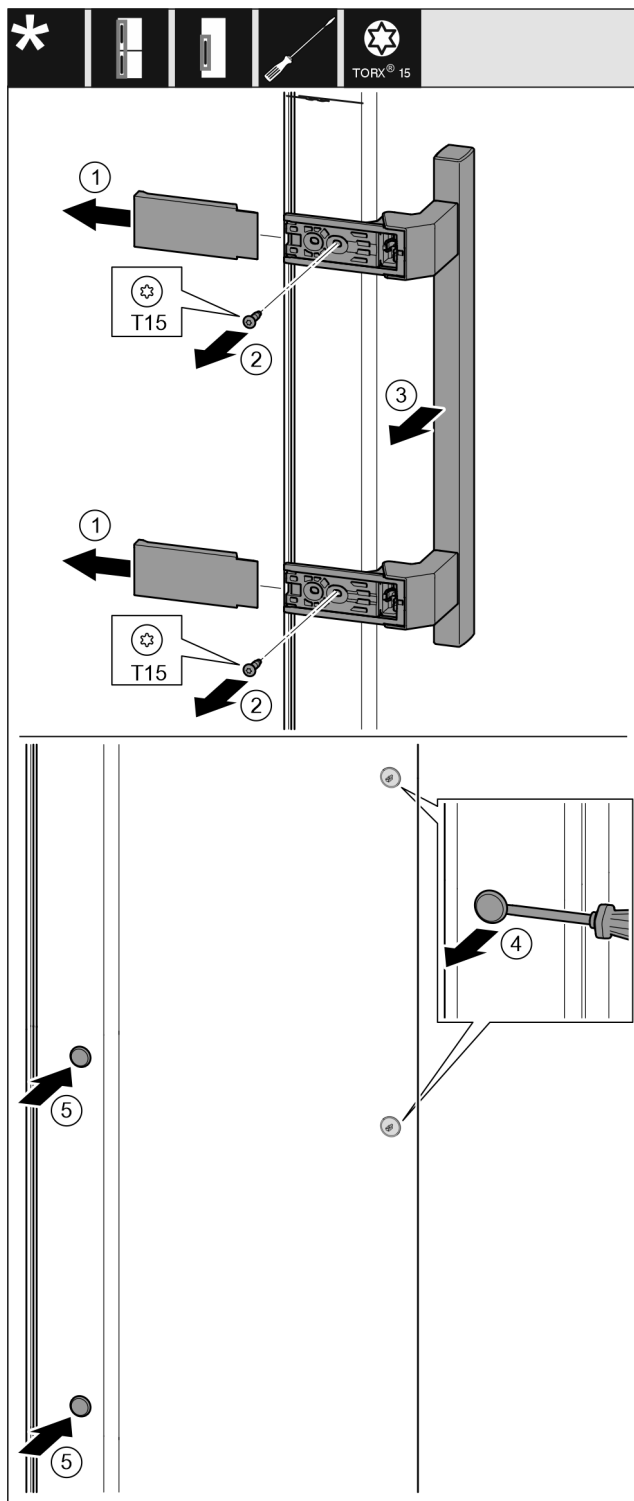

Fig. 18
- ▶ Зніміть кришку. Fig. 18 (1)
- ▶ Викрутіть гвинти за допомогою викрутки Torx 15. Fig. 18 (2)
- ▶ Зніміть ручку. Fig. 18 (3)
- ▶ За допомогою шліцевої викрутки обережно підніміть бокову заглишку та витягніть її. Fig. 18 (4)
- ▶ Вставте заглишку з іншого боку. Fig. 18 (5)